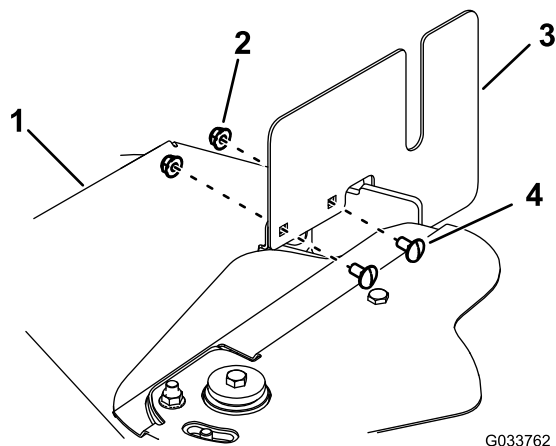

Figura 69
5. Retire os 4 parafusos de carroçaria e porcas que unem as 2 coberturas laterais às coberturas da correia (Figura 69).
12. Instale as 2 coberturas laterais nas coberturas da correia utilizando os 4 parafusos de carroçaria e 4 porcas (Figura 69).